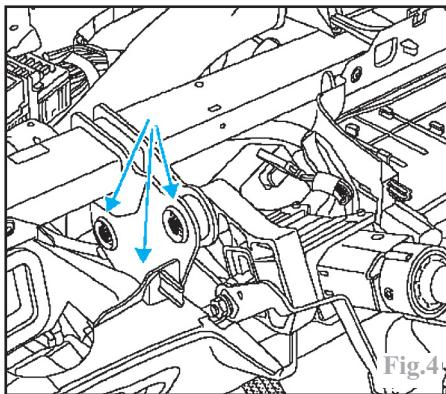

Fig.4
- les trois vis de fixation de la colonne de direction (Fig. 4).